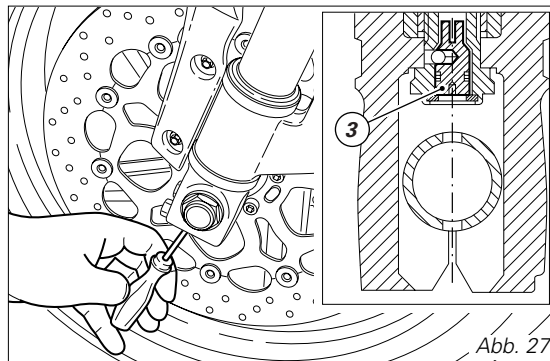

Abb. 27
- 3) (Abb. 27) zur Änderung der hydraulischen Dämpfung in der Druckstufe.
Die Einstellschraube (1), die am Scheitel der Gabelholme angebracht ist, mit einem Schlitzschraubendreher drehen und so die hydraulische Dämpfung in der Zugstufe ändern. Zum Betätigen der Einstellschraube (3, Abb. 27) einen Schraubendreher durch die durchgehende Bohrung der Radachse an der Gabelholmachse einführen. Beim Drehen der Einstellschrauben (1 und 3) sind Einrastgeräusche zu vernehmen, von denen jedes jeweils einer Dämpfposition entspricht. Wenn man diese Schrauben vollkommen bis zu deren Feststellung einschraubt, erhält man die Position „0“, die der maximalen Dämpfung entspricht.